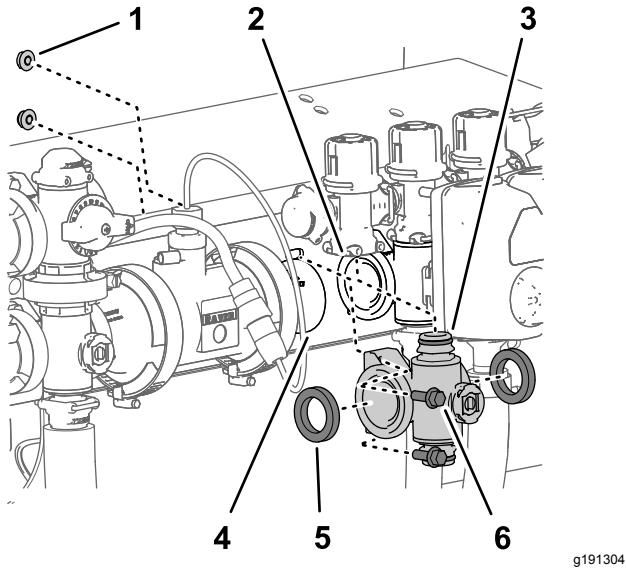

Bild 112
4. Entfernen Sie für die linken oder rechten Abschnittventilverteiler die zwei Bundkopfschrauben ($\frac{1}{4}$ " x $\frac{3}{4}$ ") und die zwei Sicherungsbundmuttern ($\frac{1}{4}"), mit denen der Abschnittventilverteiler an der Ventilstütze befestigt ist (Bild 112).$
5. Schieben Sie den Abschnittventilverteiler und die Dichtungen nach unten, um einen Abstand zum Abschnittsicherheitsventil zu erhalten; entfernen Sie sie dann von der Maschine (Bild 112).